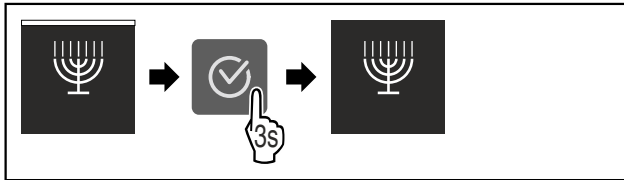

Fig. 14
- ▶ Suivre les étapes (voir Fig. 14).